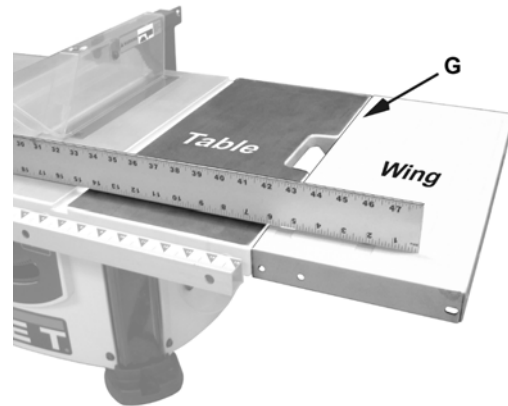

Figura 12
5. Coloque una *regla* sobre la *mesa* y la *prolongación de la mesa* cerca de la parte delantera como se muestra en la Figura 12.
7. Mueva la regla hasta que quede *cerca de la parte trasera* (A) de la mesa y la prolongación.
9. Cuando la prolongación de la mesa esté alineada con la mesa, tanto en el frente como en la parte trasera, apriete los tornillos (C) y las tuercas hexagonales (F) con dos llaves de 14 mm.